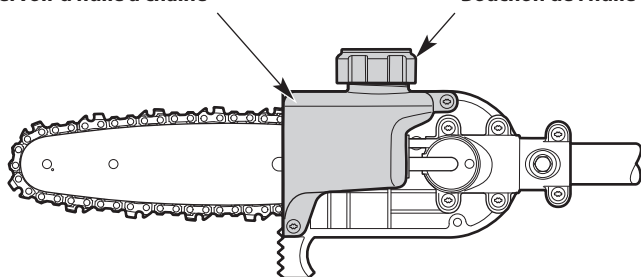

Fig. 10
1. **Posez l'appareil sur une surface plane. Placez l'unité avec le bouchon d'huile à chaîne vers le haut (Fig. 10).**
2. Assurez-vous que le réservoir d'huile de chaîne est au moins à moitié plein (Fig. 10). Si le niveau d'huile est trop bas, ajouter de l'huile à guide et chaîne. Se reporter à la section *Remplissage du réservoir d'huile de la chaîne*.
3. Dévissez le capuchon de l'huile à chaîne (Fig. 10).